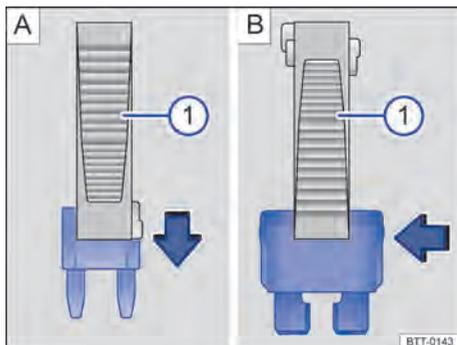

Fig. 183 Remover ou instalar um fusível com a garra da pinça de plástico .
→ Fig. 183 ① da cobertura da caixa de fusíveis.
- Em caso de *fusíveis pequenos*, encaixar a garra ① por cima → Fig. 183 A.
- Em caso de *fusíveis maiores*, empurrar a garra ① lateralmente sobre o fusível → Fig. 183 B.
- Caso o fusível esteja queimado, substituir o fusível por um novo da *mesma* intensidade de corrente (mesma cor e inscrição) e do *mesmo* tamanho → ①.